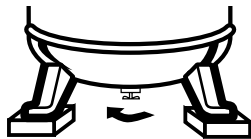

Figura 6 - Para abrir la llave de drenaje
1. Abra la llave de drenaje del tanque y deje que el compresor funcione durante 60 minutos (Vea la Figura 6).